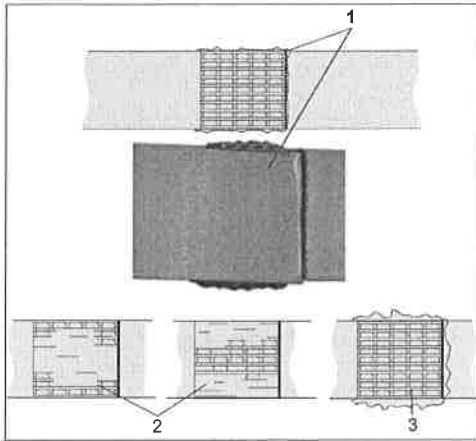

Fig. 9
– Check appearance of seal (see fig. 9) after each strapping. If the straps are poorly welded, **check the welding time setting (refer to chapter 5.7).**
- Compruebe la apariencia de soldadura (ver fig. 9) después de cada fleje. **Si la calidad del soldado no es satisfactoria: Revise el tiempo de soldadura (ver capítulo 5.7).**
- Vérifier après chaque cerclage l'aspect du sertissage (voir fig. 9). En cas de bandes mal soudées: **vérifier le réglage de la durée de soudure (voir chapitre 5.7).**